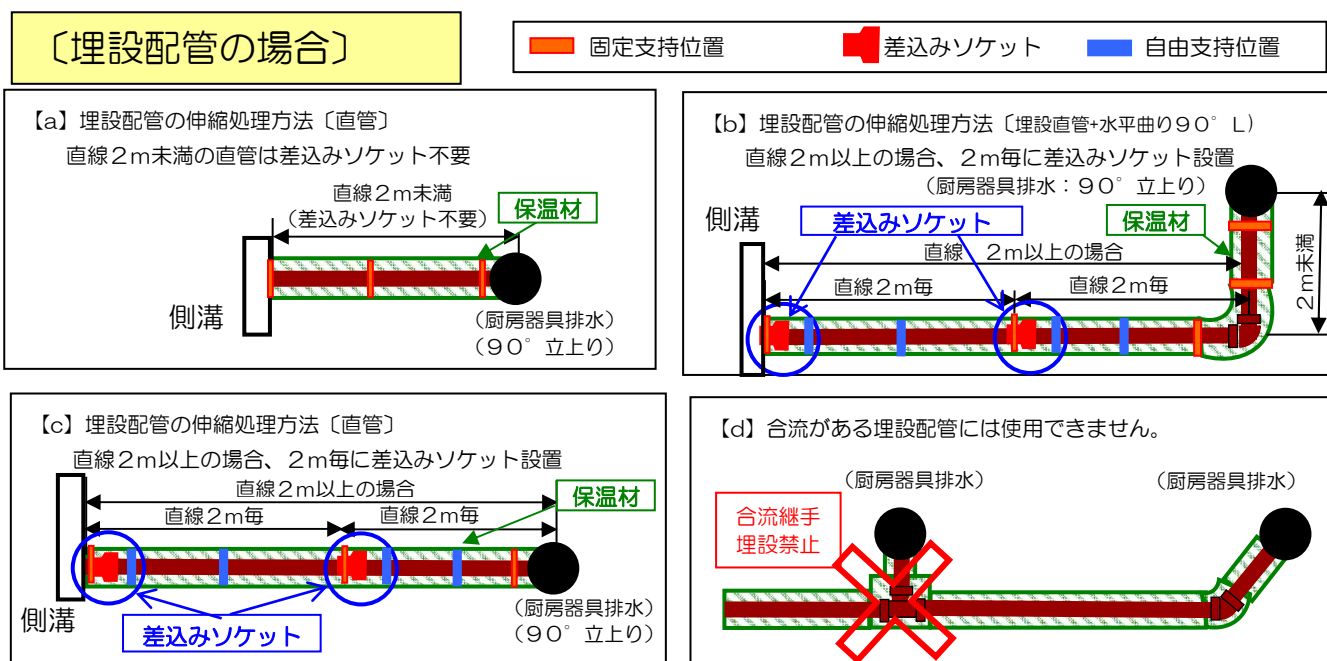

図3.3 埋設配管の伸縮処理方法
- ・埋設部分での配管合流はしないでください（図3.3(d））。
- ・伸縮処理として、直線には必ず差込みソケット（最大許容長2m）を設置してください（図3.3(c））。
- ・差込みソケットは必ず直接固定支持をしてください。（図3.3(b,c)）
- ・差込みソケットで伸縮を吸収する2mの直管部は、差込ソケット部と伸縮の始点部分を固定支持とし、その間は自由支持（摺動を妨げない支持）を行ってください。（図3.3(b,c)）